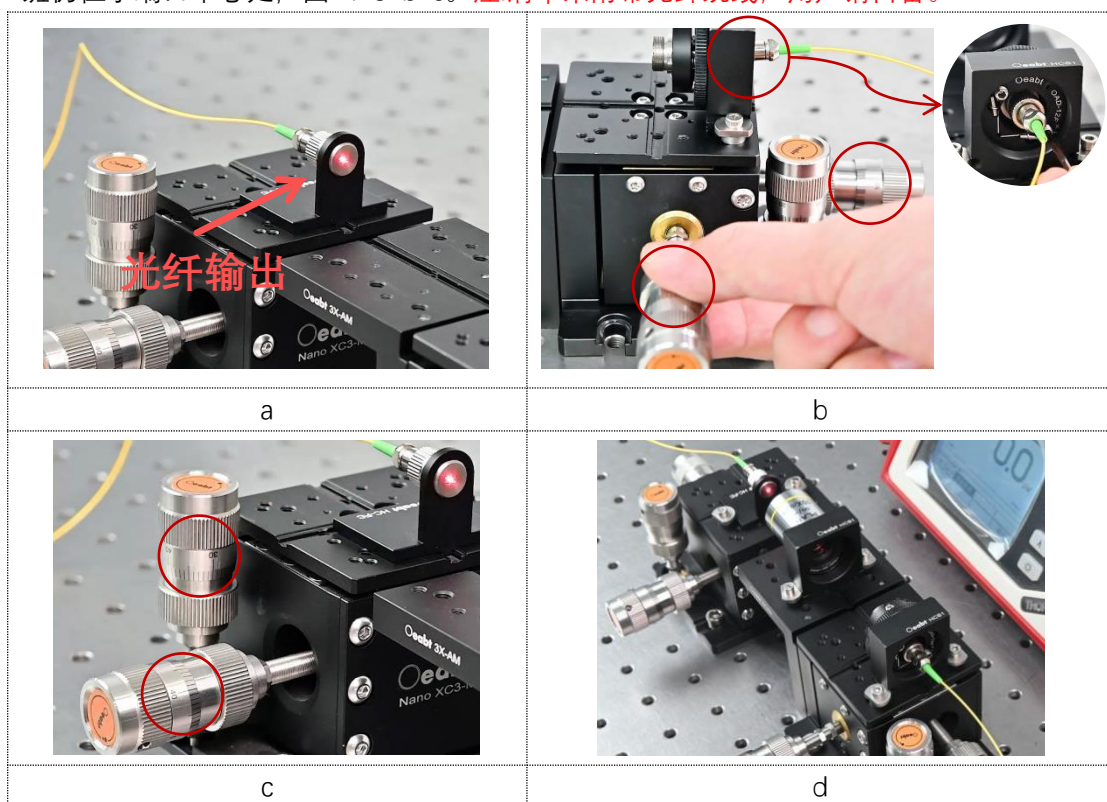

图 4-3
③、光纤输出端沿着位移台 2 的顶板凹槽滑入，图 4-3-a；通过调整双位移台的 XYZ 轴和输入端的俯仰/偏摆，使输入和输出端的光轴对齐，直至光纤固定架置于远近处时，光斑仍位于端口中心处，图 4-3-b-c。**注：清单未附带光纤跳线，用户请自备。**